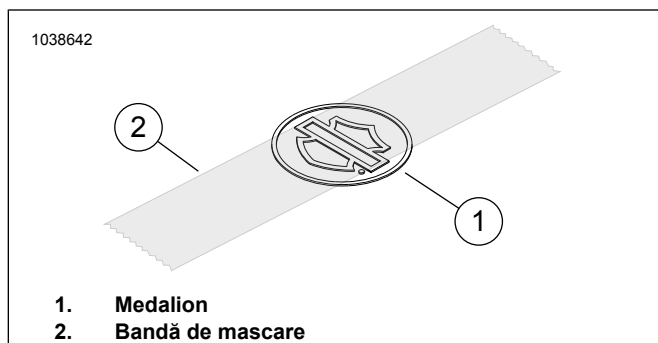

Figura 1. Aplicați bandă pe medalion
2. Consultați Figura 1. Plasați o bucată de 3 inch de bandă de mascare centrată pe simbolul bară și scut al medalionului.